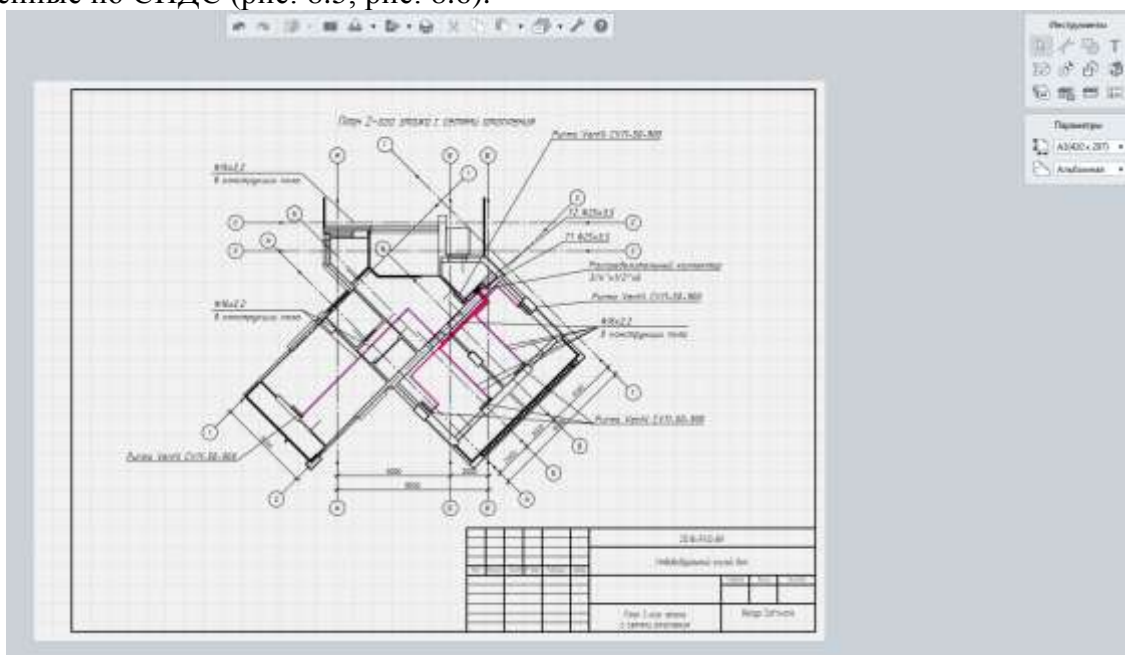
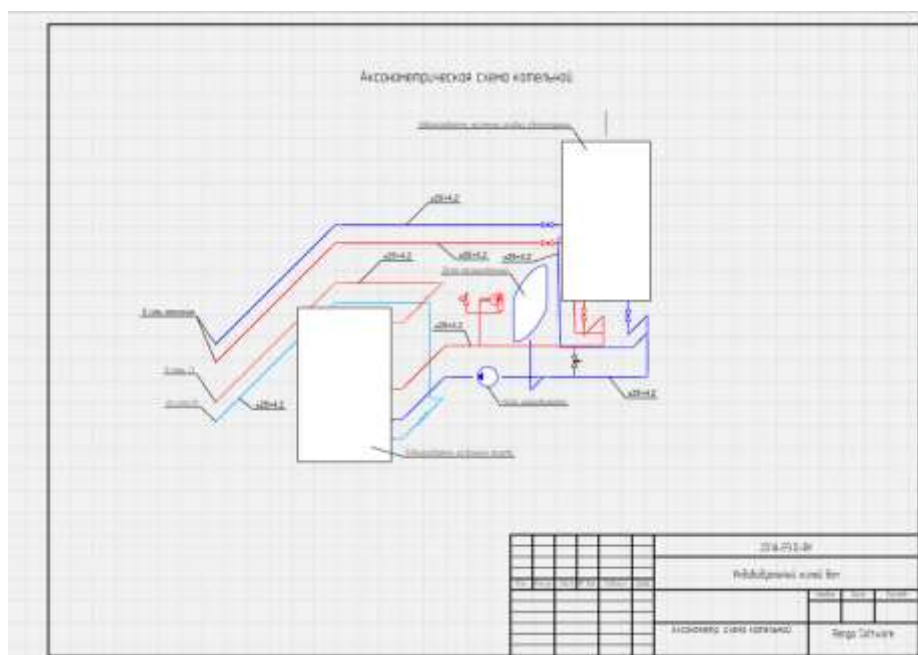

Рисунок 8.5 – План 2-го этажа индивидуального жилого дома с сетями отопления
Рисунок 8.6 – Аксонометрическая схема котельной индивидуального жилого дома
По окончании моделирования, инженер-проектировщик получит не только инженерную модель системы отопления, но и чертежи соответствующих разделов (планы и аксонометрические схемы), оформленные по СПДС (рис. 8.5, рис. 8.6), необходимые спецификации всех элементов ИТП и системы отопления (рис. .8.7).
4. Выполнить чертёж соответствующего раздела (планы и аксонометрические схемы), оформленные по СПДС (рис. 8.5, рис. 8.6).